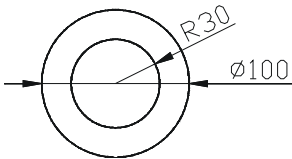

图 4-5-1
STEP 01 使用 CIRCLE 命令绘制圆，如图 4-5-1 所示。其具体操作如下：